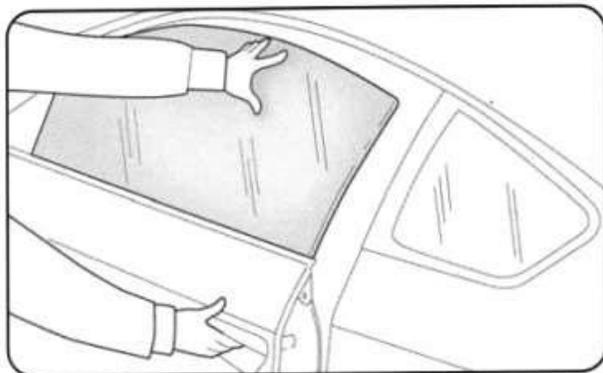

рис. 56
**ПРЕДУПРЕЖДЕНИЕ.** Если после одновременного запираения всех дверей задействовать внутреннюю ручку одной из дверей, отпираются все двери. При отсутствии подачи напряжения (перегоревший предохранитель, отсоединенный провод от вывода аккумуляторной батареи и пр.) двери можно запереть вручную. В этом случае функция автоматического опускания стекла не работает, поэтому для открытия или закрытия двери с поднятым стеклом следует нажать на стекло по направлению к салону (рис. 56), чтобы стекло не цеплялось за проем.